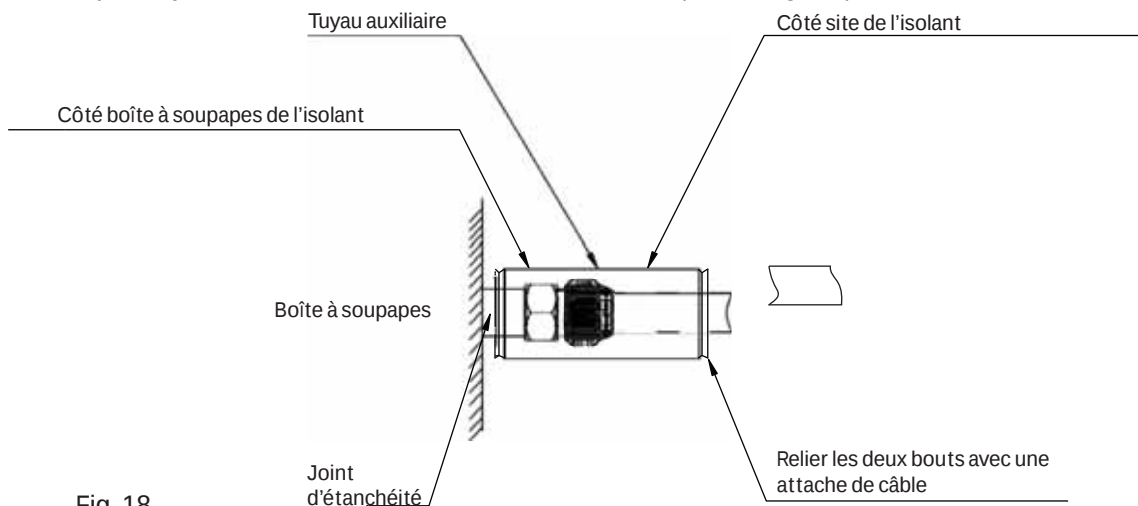

Fig. 18
- (1) Serrez-les fermement pour vous assurer de l'absence de fuites.
- (2) La sangle de liaison ne doit pas être trop serrée au point de réduire l'épaisseur de l'isolant.
- (3) Assurez-vous que les joints de l'isolant sont orientés vers le haut. (Voir la Fig. 18.)